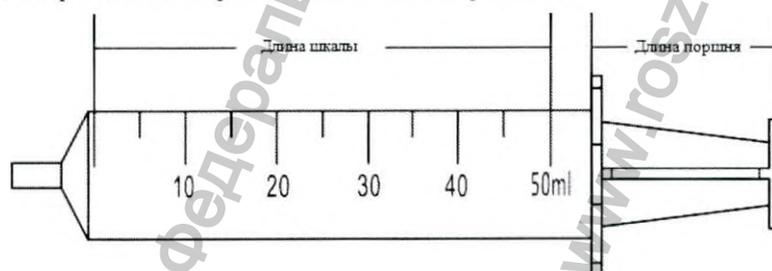

Рис. 14. Правила измерения длины шкалы и длины поршня шприца.
**Ручная калибровка:** введите значение длины шкалы шприца и значение длины поршня шприца. Правила измерения показаны на рис. 14.